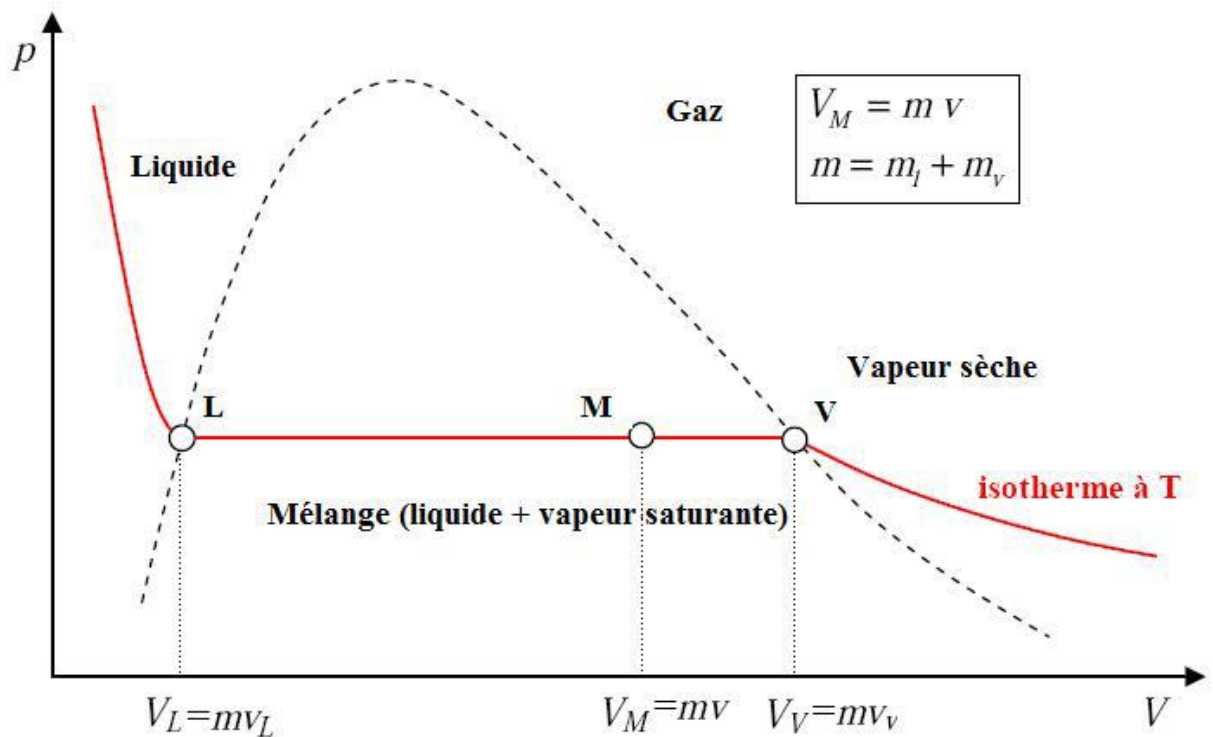

Figure 1.4 : Le titre d'une vapeur à l'équilibre dans un diagramme de Clapeyron
Sur la Figure 1.4, Le point M situé sur le palier de liquéfaction représente l'état d'équilibre d'une masse  $m$  de corps pur à la température  $T$  dans l'état de vapeur saturante, telle qu'une masse  $m_l$  de liquide coexiste avec une masse  $m_v$  de vapeur. Lorsque le point M progresse sur le palier de vaporisation (liquéfaction), la proportion de liquide et de vapeur qui constitue le système évolue. Ainsi, au **point de rosée** (V), il y a 100% de vapeur sèche et 0% de liquide ( $m_v=m$ ). Puis, lorsque l'on diminue le volume, la quantité de vapeur diminue tandis que la quantité de liquide augmente et **au point de bulle** (L), il y'a 100% de liquide et 0% de vapeur ( $m_l=m$ ).